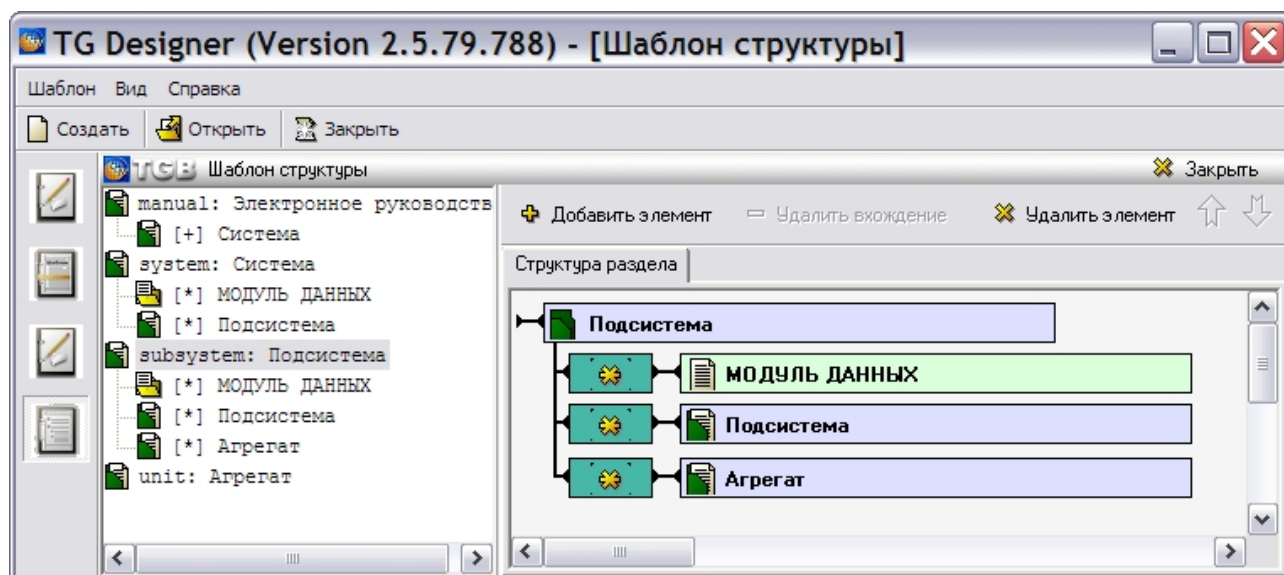

Рис. 4.21
10. Нажмите на кнопку **Применить**. При этом произойдёт возврат в окно редактора **Шаблон структуры** (Рис. 4.21).
Структура, показанная в левом окне, представляет собой следующее (Рис. 4.21):
1. В левом окне выделите элемент **Агрегат** (Рис. 4.21).